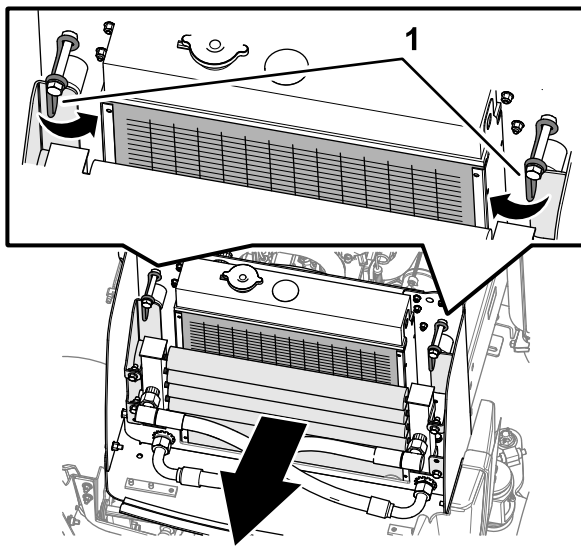
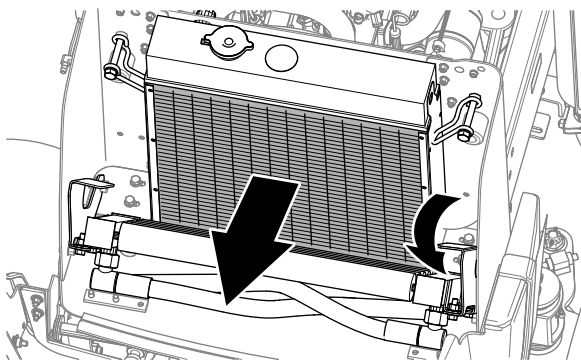

Figura 80
Figura 81
6. Limpie el enfriador de aceite con aire comprimido a baja presión (3,45 bar) (Figura 80).
7. Gire hacia dentro los enganches del enfriador de aceite y gire el enfriador (**Figura 80** y **Figura 81**).
8. Trabajando desde el lado del ventilador del radiador, elimine los residuos con aire comprimido a baja presión (3,45 bar) (**Figura 81**). Repita este procedimiento en la parte delantera del radiador y de nuevo desde el lado del ventilador. Limpie a fondo ambos lados del enfriador de aceite.